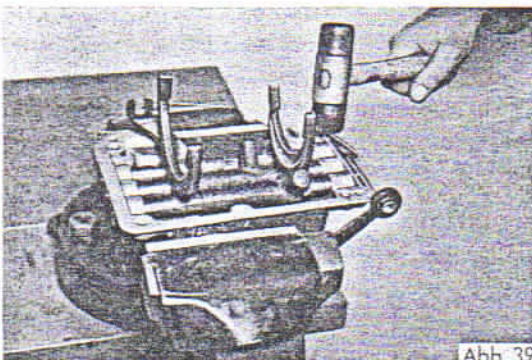

Abb. 39
- 30. Sicherungsblech für Schaltwellen in Schaltturm eintreiben (Abb. 39).